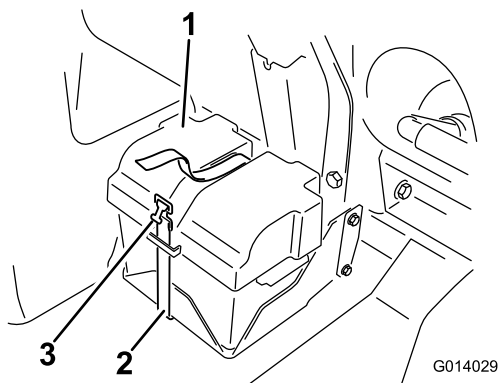

Figura 94
2. Retire la tapa de la batería y desconecte el cable negativo de tierra (negro) del borne de la batería (Figura 94).
4. Instale la tapa de la batería y sujétela con la correa que retiró anteriormente (Figura 94).